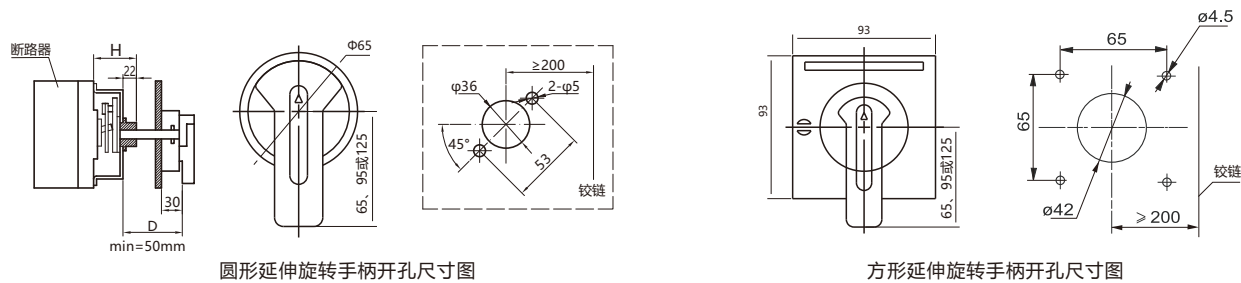

图5 手动操作机构尺寸图
□ 手操机构安装时先按图示尺寸开孔，在开关柜门板上当转动手柄“OFF”指示在水平位置时固定好柄。然后试着操作手柄，转动应灵活自如，并且手柄在水平位置时断路器应分闸，手柄在垂直位置时断路器应合闸。具体见图5和表7。